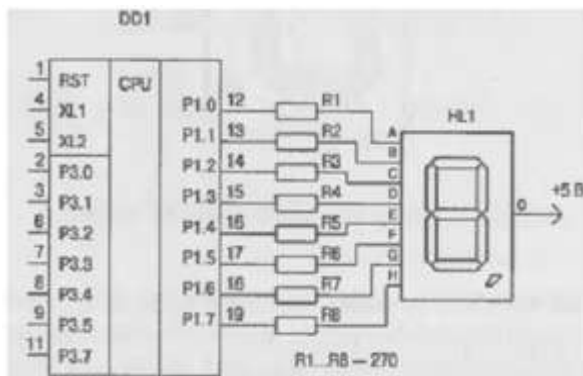

Рисунок 44 - Подключение семисегментного индикатора
1) Программный вариант (рис. 44). Для подключения одного индикатора используются все 8 линий порта. Необходимо программно задать таблицу включения цифровых кодов семисегментного индикатора, которая имеет следующий вид: